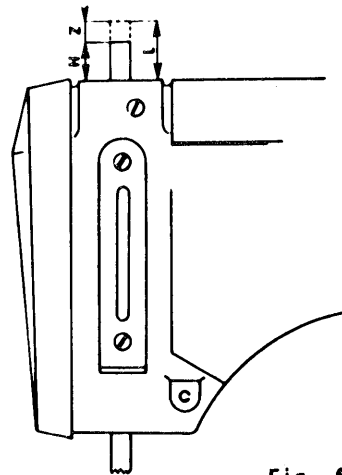
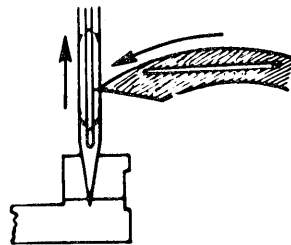

Fig. 6
Fig. 5
- Portare la barra ago tutta in basso e misurare l'altezza H della parte sporgente (fig. 6).
- Fare avanzare il crochet verso sinistra e, quando la sua punta sfiora la tangente destra dell'ago (fig. 5), eseguire la misura di L (fig. 6).
- Quando la punta del crochet entra nello scalfo dell'ago, la punta di questo deve sfiorare la parte piana del salva ago (fig. 5).